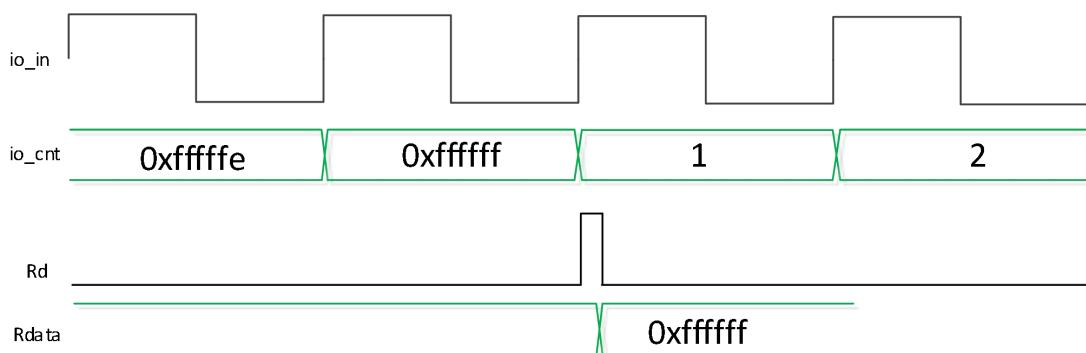

图 13 溢出与读同时来（上升沿计数）
- 溢出与读同时发生，此时读到 0xffffffff，同时计数值变为 1。当溢出和读清零同时发生时，io_cnt = 1。如图 13 所示。